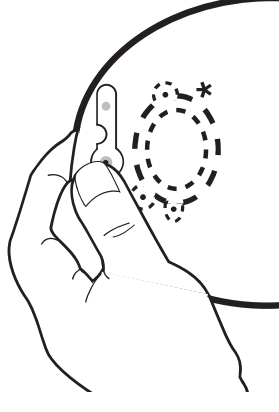

Fig. 2
- Åbn ventilen – placer den vandret øverst oppe på stomiposens forside (IKKE oveni et indbygget filter) se fig. 2.